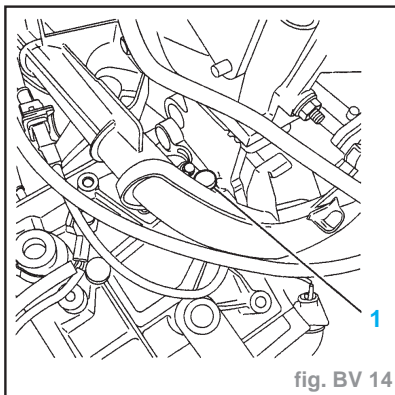

fig. BV 14
- Déposer le capteur régime moteur (1) (fig. BV. 14).